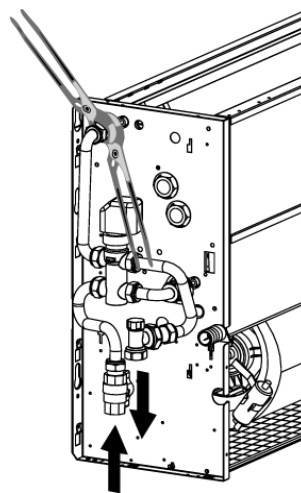

Fig. 12
**VARNING!** Använd alltid en skiftnyckel och fast nyckel vid anslutning av batteriet till rören (fig. 12). Om den magnetventil är installerad, isolera då denna med ett isolerande material.